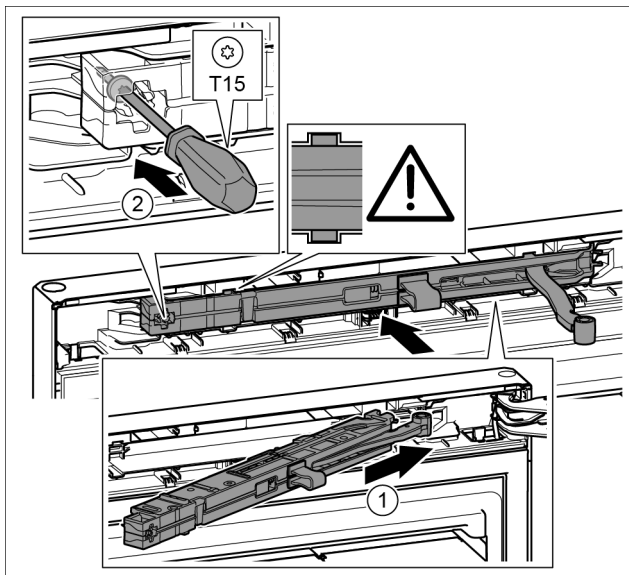

Fig. 48
- ▶ Jednotku tlmíča uzatvárania zasuňte na strane ložiskovej konzoly až na doraz šikmo do vybrania. Fig. 48 (1)
- ▶ Skrutkovačom T15 pevne zaskrutkujte skrutku. Fig. 48 (2)